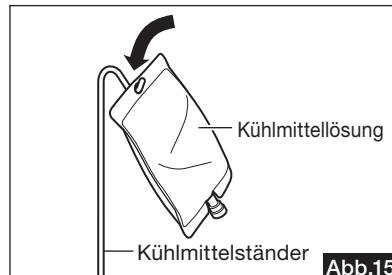

Abb.15
- Hängen Sie eine Kühlmittelflasche an den Kühlmittelständer, entfernen Sie die Abdeckung der Kühlmittelschlauchnadel und führen Sie die Nadel in die Flaschenöffnung (Abb. 15).